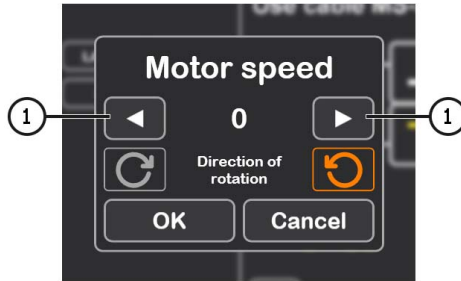

Рисунок 26
3.1. Після активації режиму діагностики відкриється вікно попередньої перевірки генератора див. рис. 26.
3.2. Кнопками керування приводом генератора (див. поз. 1 рис. 26) встановіть швидкість обертання шківа генератора в межах від 100 до 150 об/хв.
4. Перед активацією режиму діагностики з'явиться вікно попередньої перевірки генератора, див. рис. 26.
- 4.1. Кнопками керування приводом генератора (див. поз. 1 рис. 26) встановіть швидкість обертання шківів генератора в межах від 100 до 150 об/хв.
4. Після натискання на кнопку "Automatic test" з'явиться вікно попередньої перевірки генератора, див. рис. 26.
- 4.1. Кнопками керування приводом генератора (див. поз. 1 рис. 26) встановіть швидкість обертання шківа генератора в межах від 100 до 150 об/хв.
3. Перед активацією режиму діагностики з'явиться вікно попередньої перевірки генератора, див. рис. 26.
- 3.1. Кнопками керування приводом генератора (див. поз. 1 рис. 26) встановіть швидкість обертання шківів генератора в межах від 100 до 150 об/хв.